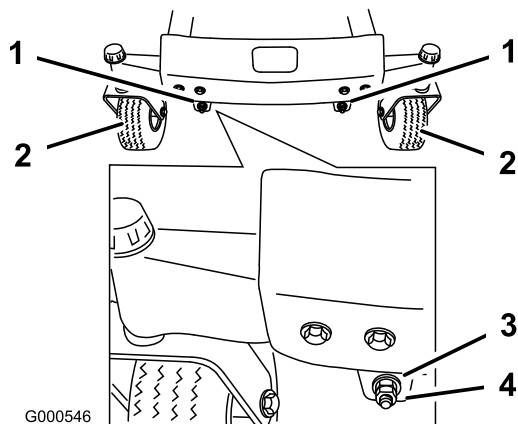
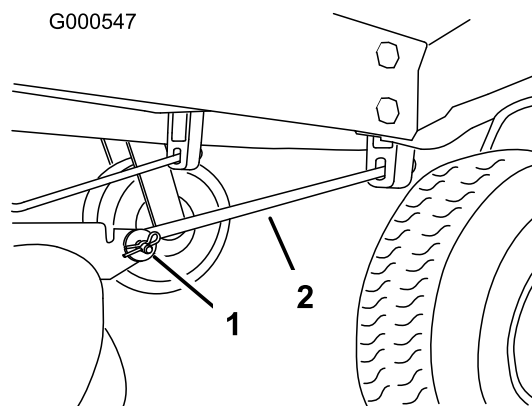

Figure 55
Figure 56
11. Pour régler l'inclinaison avant/arrière des lames, retirez les contre-écrous et tournez les écrous de réglage à l'avant du plateau de coupe (Figure 55).
13. Après avoir réglé uniformément les écrous, contrôlez de nouveau l'inclinaison avant/arrière. Poursuivez le réglage des écrous jusqu'à ce que la pointe avant de lame soit de 1,6 à 7,9 mm plus basse que la pointe arrière (Figure 55).
Remarque: Après avoir réglé les écrous de réglage, vérifiez qu'aucune des tiges de support ne présente de jeu (Figure 56). Serrez l'une ou l'autre pour supprimer le jeu (Figure 55).
4. Retirez la goupille fendue et l'axe de chape de la tige de support avant de chaque côté du plateau de coupe (Figure 56).
- Fixez les tiges de support avant à la machine à l'aide des axes de chape et des goupilles fendues (Figure 56).